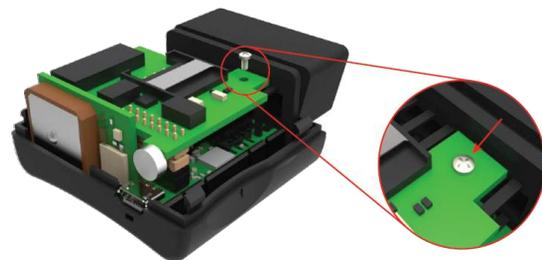

Рисунок 9. Положение винта
3. И, наконец, используйте небольшой винт, чтобы закрепить плату (см. рисунок 9).